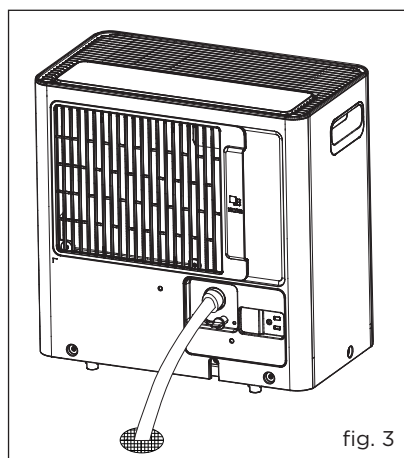

fig. 3
g. Placez l'extrémité du tuyau dans le drain. (fig. 3)